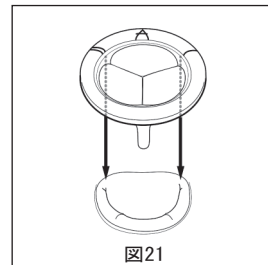

図21
1. マイトリスRESILIA生体弁の適切な方向を決めます。本品のワイヤフォームフレームは対称性で、3本の交連ステントポストが等間隔になっています。縫着輪の黒色の交連マーカは、縫着輪が弁に対して特定の向きになるように設計されており、縫着輪の方向を適切な向きにするのを補助します。縫着輪のサドルシェイプ部分は、弁輪前尖側の交連間に位置させ、左室流出路をまたいでいる必要があります。マイトリスRESILIA生体弁を縫合する前に、弁の方向を、黒色の「A」のマークを僧帽弁の前尖側に揃え、一重線の交連マーカを後交連側に、二重線の交連マーカを前交連側に近づくようにします。これらの方向決めを補助を用いることにより、後尖側のポストが後尖の真ん中あたりに配置されます (図21)。